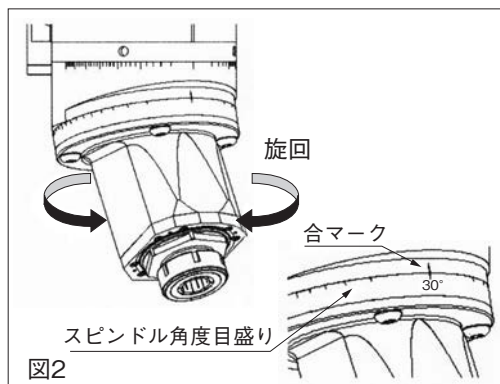

図2
- 2 ヘッドケース部を手で持ち、設定したい角度へ旋回させます。角度の設定は連結ケース側の合マークとヘッドケース側のスピンドル角度の目盛りを合わせてください。（図2）
2 ヘッドケース部を手で持ち、設定したい角度へ旋回させます。角度の設定は連結ケース側の合マークとヘッドケース側のスピンドル角度の目盛りを合わせてください。(P4 図2)